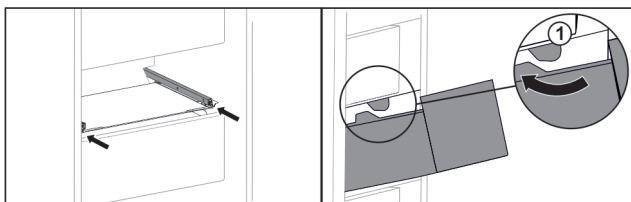

Fig. 100
- ▶ Прокарайте чекмеджето около ограничителите Fig. 100 (1).